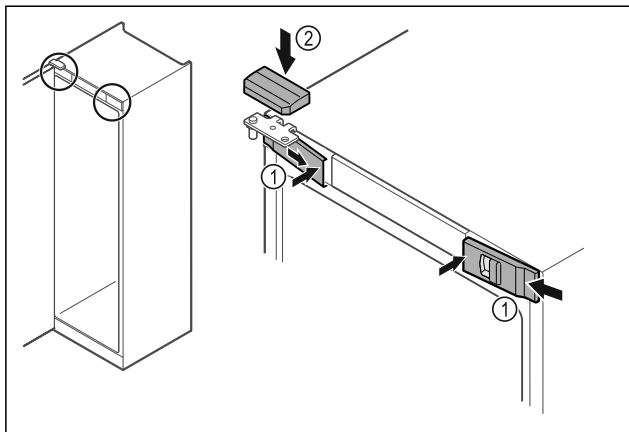

Fig. 36
- ▶ Klik de forreste afdækninger Fig. 36 (1) i på siden, og lad dem gå i hak indvendigt.
- ▶ Klik på den øverste afdækning Fig. 36 (2) på ovenfra.